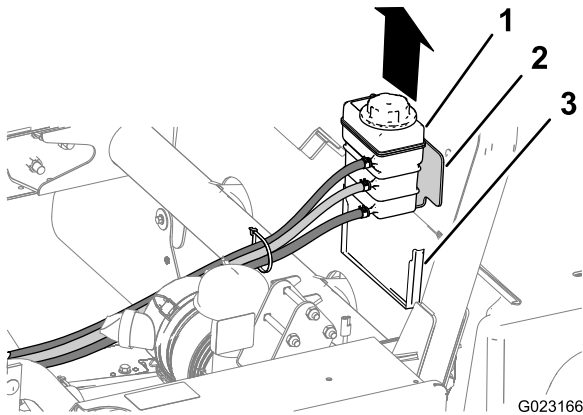

Figure 9
1. Soulevez le réservoir de liquide de refroidissement et déposez-le de son support au dos de la protection ROPS (Figure 9).